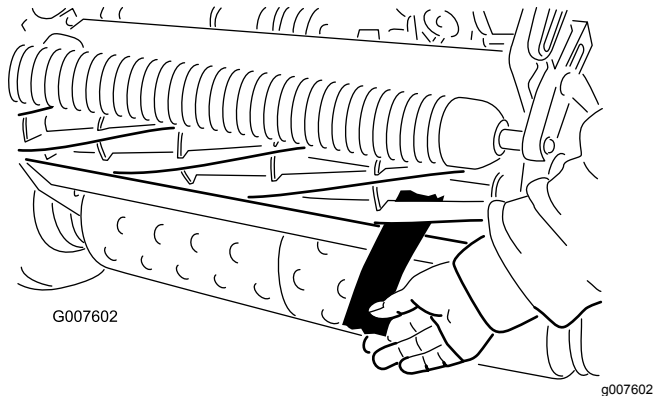

Figure 53
- Contrôlez la performance de coupe en insérant une longue bande de papier de performance de coupe entre le cylindre et la contre-lame, perpendiculairement à la contre-lame (Figure 53). Faites tourner lentement le cylindre en avant ; il devrait couper le papier.